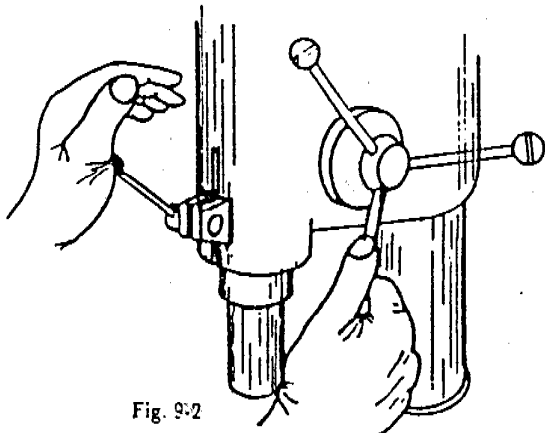

Fig. 9-2
1.2. **Accionamiento.**—Si la taladradora tiene seguro, aljajar este sujetando previamente la palanca de desplazamiento para que no caiga el portabrocas. (fig. 9.2).